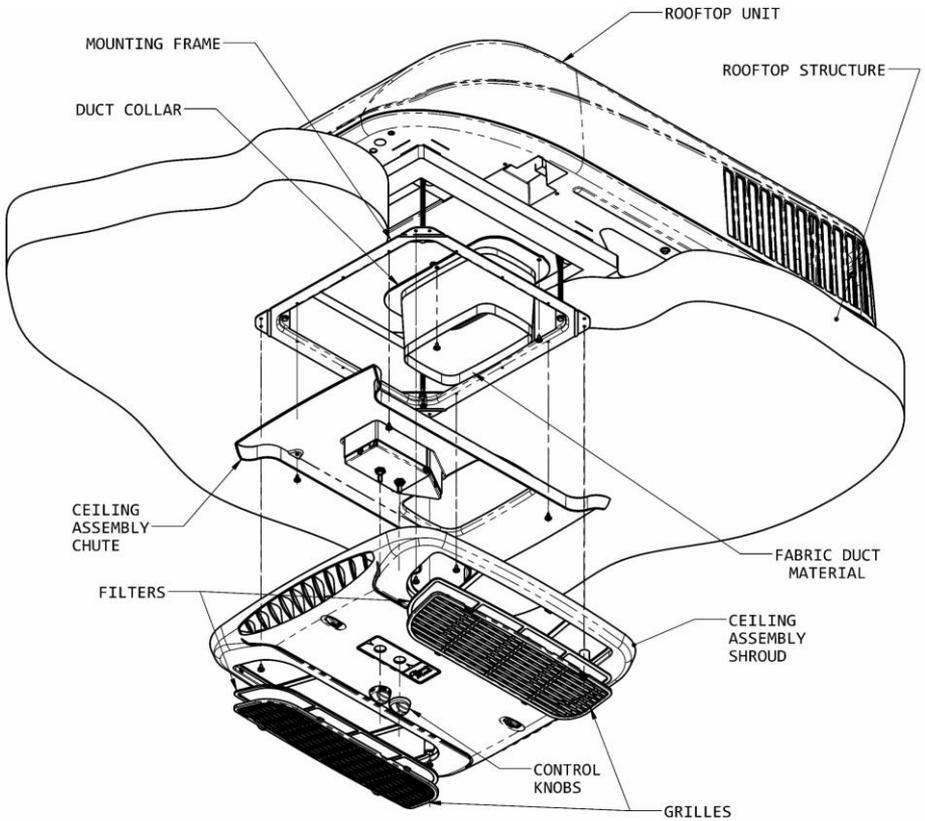

Figure 9
- B. Repliez et retirez les 3 languettes situées autour de l'ouverture interne du collet de gaine, puis fixez le collet au bac à condensation de la pompe à chaleur avec les 3 vis fournies (voir Figure 9).
- H. Soulevez la chute de l'ensemble de plafond jusqu'au cadre de montage et fixez-la avec les 4 vis de montage fournies (voir Figure 9).
- K. Soulevez le carénage de plafond, et en vous assurant qu'il s'engage correctement dans la chute, fixez-le au cadre de montage avec les 4 vis fournies (voir Figure 9).